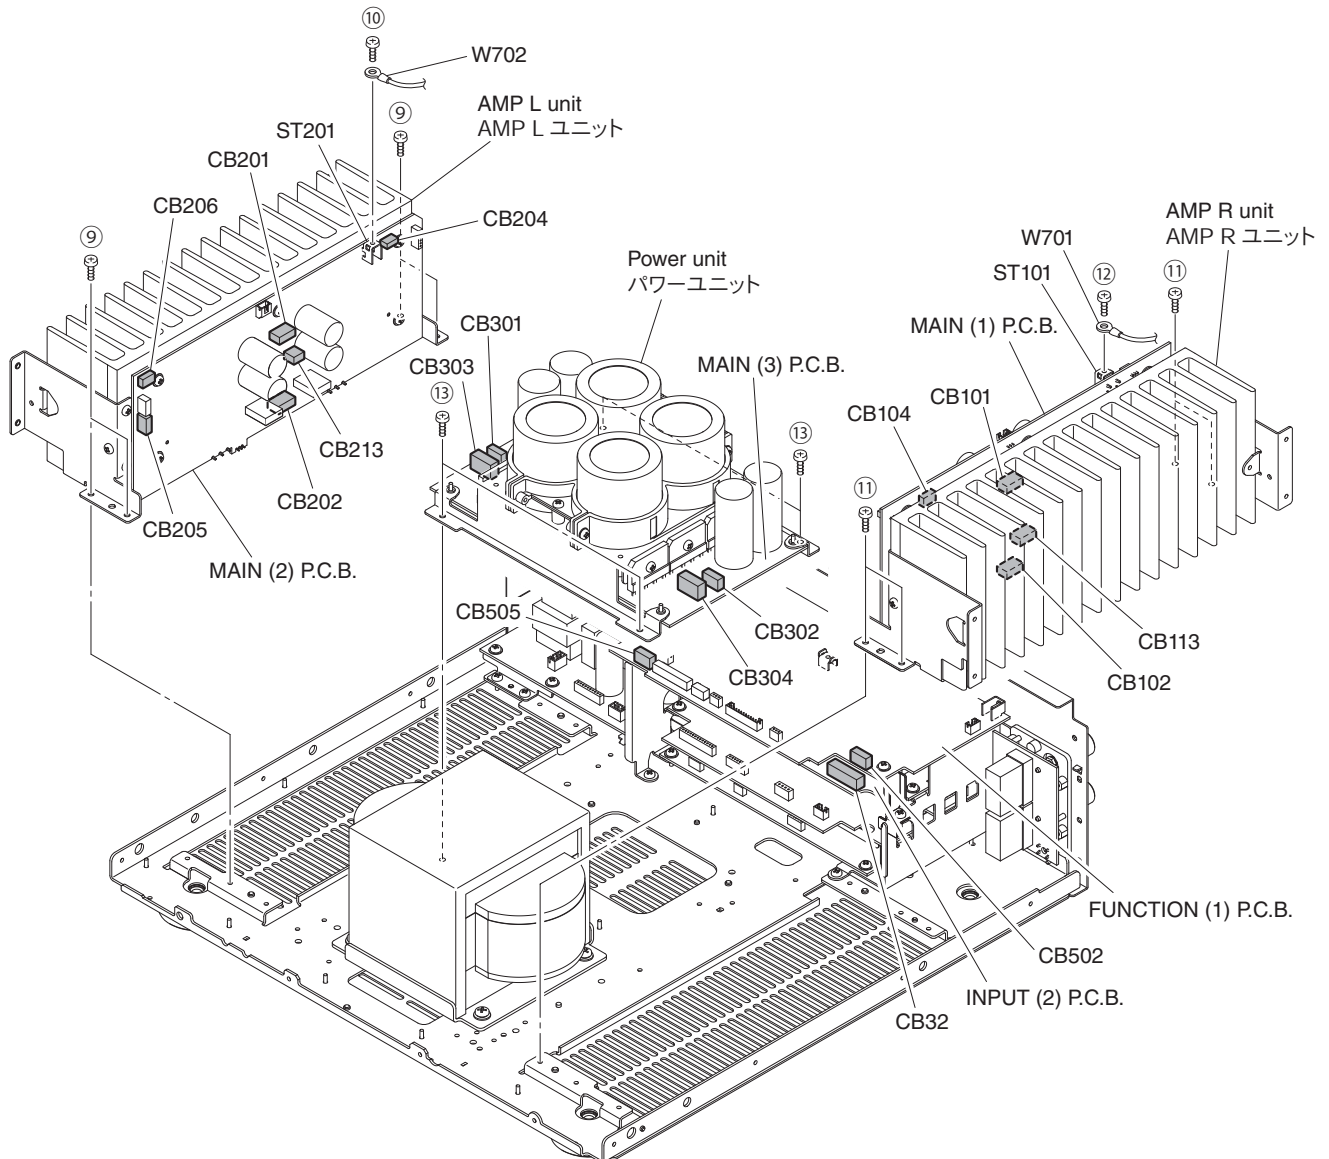

Fig. 7
- Remove 4 screws (⑨). (Fig. 7)
- Remove 1 screw (⑩) and disconnect 1 cable. (Fig. 7)
- Remove CB201, CB202, CB204, CB205, CB206, CB213 and CB505. (Fig. 7)
- Remove the AMP L unit together with the heatsink. (Fig. 7)
- Remove 4 screws (⑪). (Fig. 7)
- Remove 1 screw (⑫) and disconnect 1 cable. (Fig. 7)
- Remove CB101, CB102, CB104, CB113 and CB502. (Fig. 7)
- Remove the AMP R unit together with the heatsink. (Fig. 7)
- ⑨のネジ4本を外します。(Fig. 7)
- ⑩のネジ1本を外し、ケーブル1本を外します。(Fig. 7)
- CB201、CB202、CB204、CB205、CB206、CB213、CB505を外します。(Fig. 7)
- AMPLユニットをヒートシンクと一緒に外します。(Fig. 7)
- ⑪のネジ4本を外します。(Fig. 7)
- ⑫のネジ1本を外し、ケーブル1本を外します。(Fig. 7)
- CB101、CB102、CB104、CB113、CB502を外します。(Fig. 7)
- AMP Rユニットをヒートシンクと一緒に外します。(Fig. 7)
- Remove 4 screws (⑬). (Fig. 7)
- Remove CB32 and CB301–CB304. (Fig. 7)
- Remove the power unit. (Fig. 7)
- ⑬のネジ4本を外します。(Fig. 7)
- CB32、CB301～CB304を外します。(Fig. 7)
- パワーユニットを外します。(Fig. 7)